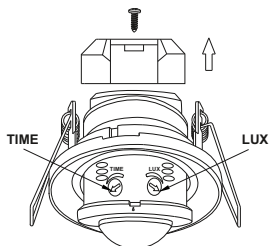

Рисунок 14 – Датчик движения ДД 401
- открутить винт, снять крышку, защищающую контактные зажимы (рисунок 14);